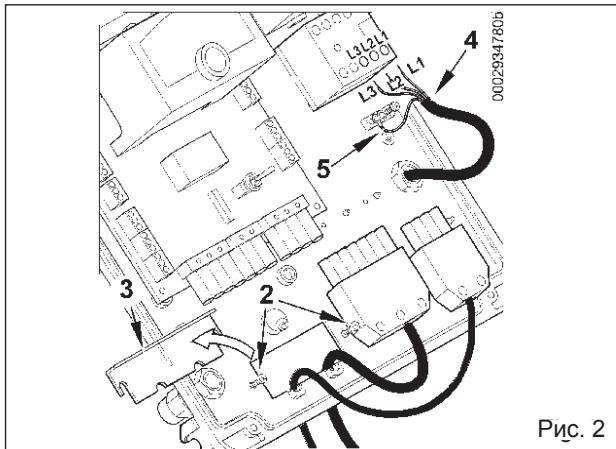

Рис. 2
- 1) Снимите крышку, отвернув четыре винта (1), как показано на рисунке 1, не убирая прозрачное окошко. Так будет получен доступ к электрическому щиту горелки.
- 2) Ослабьте винты (2). После снятия кабельного зажима (3) пропустите через отверстие 7-штырьковый и 4- штырьковый разъёмы (см. рисунок 2). Подсоедините токоподводящие провода (4) к дистанционному выключателю, закрепите заземляющий провод (5) и затяните соответствующий кабельный зажим.
- 3) Установите зажимную пластинку, как показано на рисунке 3. Поверните эксцентрик (6) так, чтобы пластина должна образом надавила на два провода. После этого затяните крепежные винты пластинки. Наконец, соедините два разъёма, 7- и 4-штырьковый.
- 4) Чтобы закрыть крышку электрического щита, закрутите 4 винта (1) на момент затяжки примерно 5 Нм для обеспечения должной прочности. После этого, чтобы получить доступ к панели управления (8), отцепите прозрачную дверку (7), слегка надавив каким-нибудь инструментом (например, отверткой) в направлении, указанном стрелками на рисунке 4, продвиньте немного и отделите от крышки.
- 5) Для правильного расположения прозрачного окошка на щите поступайте на основании указаний, данных на рисунке 5. Поместите крюки в соответствующие гнёзда (9) и продвигайте окошко в направлении, указанном стрелкой, до тех пор, пока не услышите легкий щелчок. Теперь должное уплотнение гарантировано.